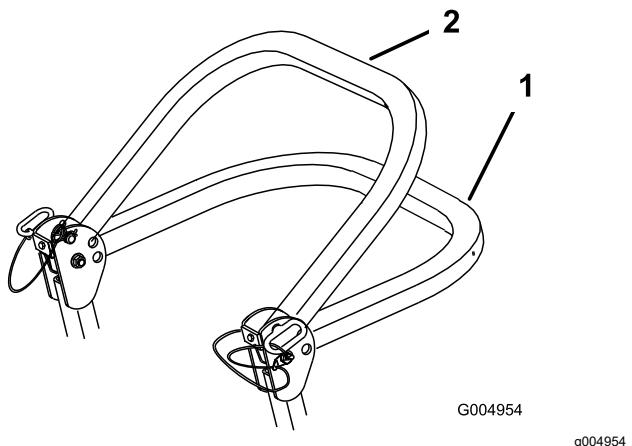

Figura 8
2. Baje la barra antivuelco (Figura 8).
Nota: Hay dos posiciones de bajada; consulte Figura 8.